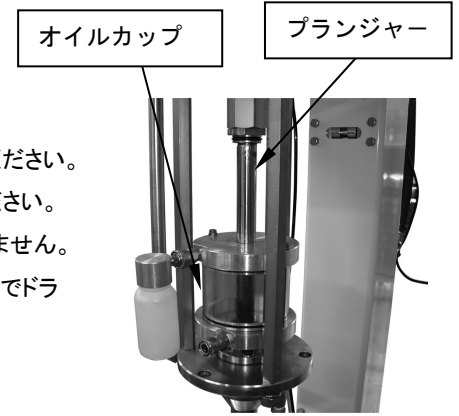

Fig.6.1
- 1) ポンプのプランジャー摺動部とオイルカップをパッキンでシールしていますが、上下摺動の繰り返しでプランジャーの外周に付着したオイルが蓄積しますので、日常清掃を行ってください。(Fig.6.1)